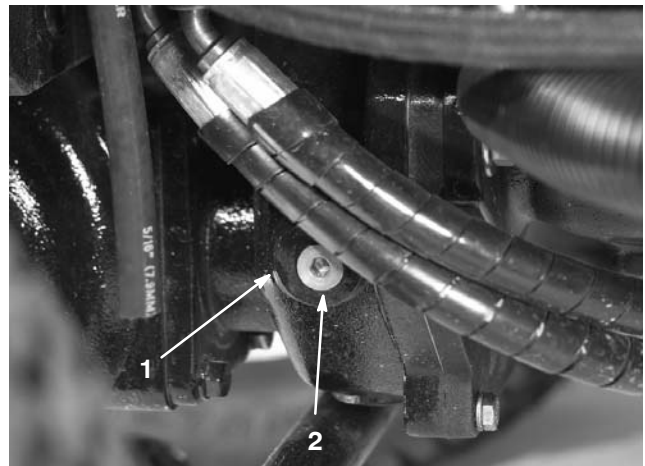

Bild 9
2. Entfernen Sie die Prüf-/Füllschraube aus der linken Getriebe-seite (Bild 9) und stellen sicher, dass der Schmierstoff die Unterseite des Lochs erreicht. Gießen Sie bei niedrigem Ölstand genug Öl ein, um den Stand bis an die Unterseite des Lochs anzuheben.